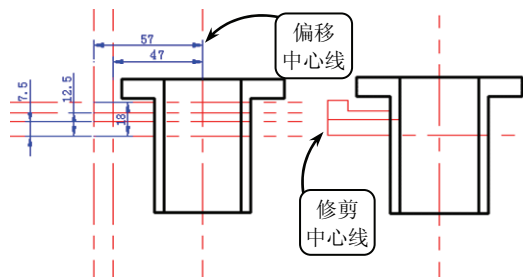

图 3-31 偏移中心线并修剪
⑥ 单击【偏移】按钮, 将水平中心线向上分别偏移 7.5、12.5 和 18, 并将竖直中心线向左分别偏移 47 和 57。然后单击【修剪】按钮, 将偏移后的中心线修剪, 效果如图 3-31 所示。